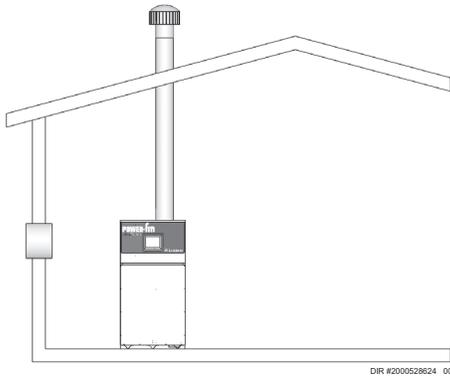

Figure 1-5_Air de combustion provenant de l'extérieur - ouverture simple
4. Si une seule ouverture d'air de combustion est aménagée pour amener l'air directement de l'extérieur, l'ouverture doit être dimensionnée avec une surface libre minimale d'un pouce carré pour 3000 Btu/h (7 cm² par kW). Cette ouverture doit se situer à moins de 12 po (30 cm) du haut de l'enceinte (voir figure 1-5).